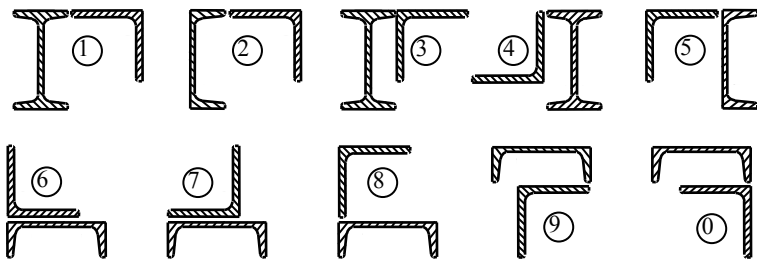

РИС. 4.1
**Задание.** Для поперечного сечения (рис. 4.1), требуется: 1) определить положение центра тяжести; 2) найти осевые и центробежный моменты инерции относительно случайных центральных осей; 3) определить направления главных центральных осей; 4) найти моменты инерции относительно главных центральных осей; 5) вычертить сечение в масштабе 1:2 и указать на нем все размеры в числах и все оси. Данные взять из табл. 4.